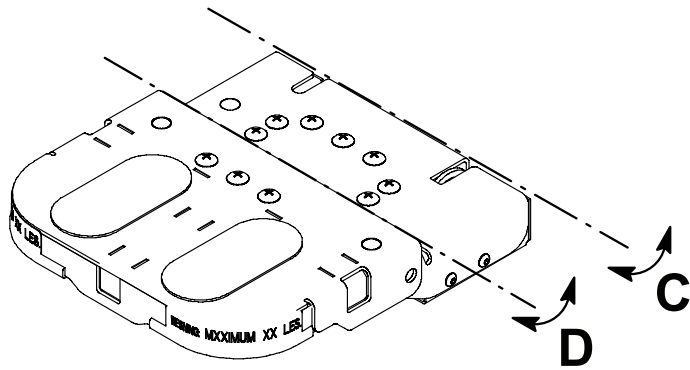
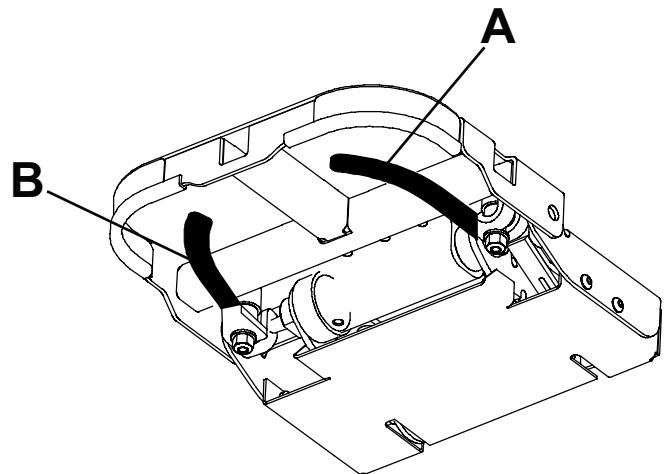

Abbildung 4 – Drehen des Kopfteils
Abbildung 5 – Griffpositionen
- Mit Griff (A) (Abbildung 5) wird eine Verriegelung gelöst und das Kopfteil um die Achse (C) gedreht (Abbildung 4).
- Mit Griff (B) (Abbildung 5) wird die andere Verriegelung gelöst und das Kopfteil um die Achse (D) gedreht (Abbildung 4).